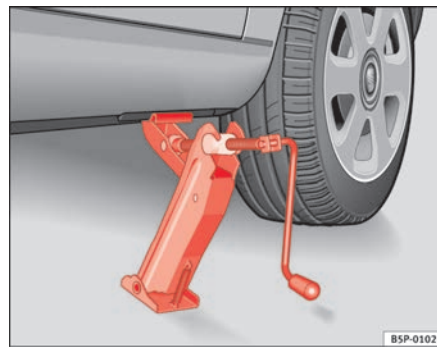

Fig. 171 Colocación del gato
- Posicione el gato de modo que su garra envuelva el nervio del larguero inferior y que la placa base móvil se apoye plana sobre el suelo ⇒ **página 256, fig. 171.**